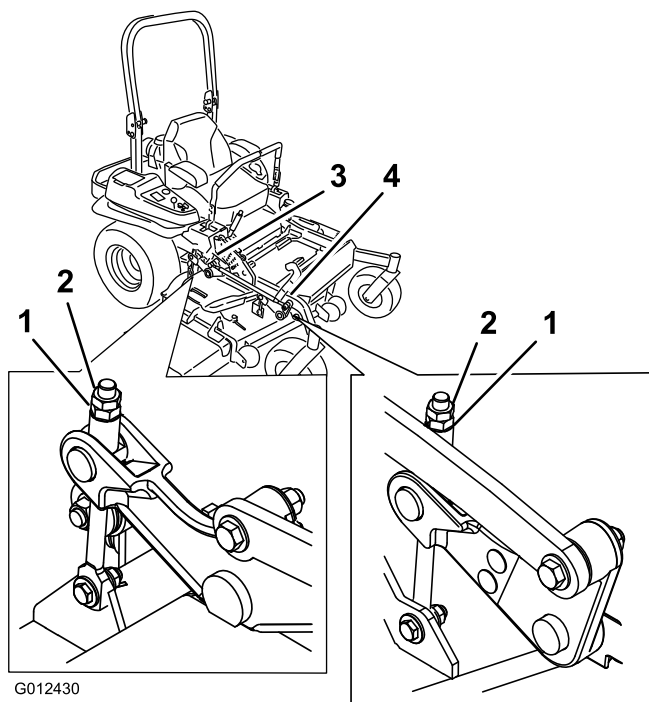

Figure 95
10. Ajustez précisément le serrage de l'écrou de réglage sur l'ensemble de relevage du tablier avant (Figure 95).
16. Ajustez précisément le serrage de l'écrou de réglage sur l'ensemble de relevage du tablier avant (Figure 95).